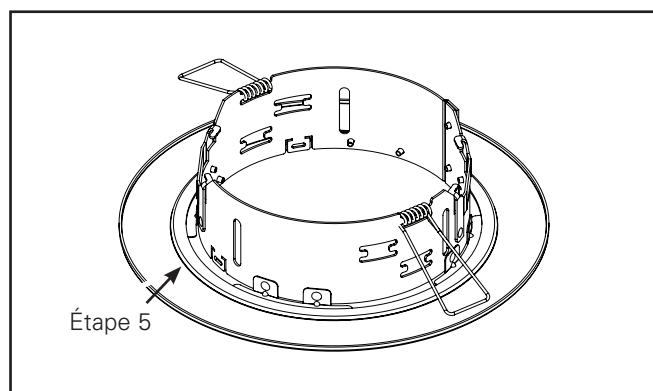

Figure 30
5. Vérifiez que la bague repose à plat sur les quatre brides au niveau du rebord (figure 30).